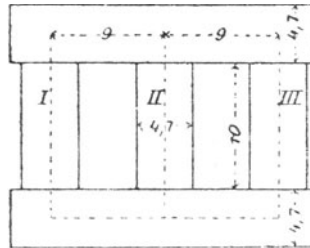

Fig. 167.
**301.** Ein Drehstromtransformator (Fig. 167) wird primär an eine Klemmenspannung von 40 [60] (120) V und 60 [50] (50) Perioden angeschlossen. Die sekundäre Spannung soll 65 [220] (440) V betragen. Die Wickelungen primär und sekundär sind in Sternschaltung verbunden. Der Querschnitt eines Kerns beträgt 20 cm2
- der Magnetisierungsstrom, wenn die Abmessungen des Transformators der Fig. 167 entsprechen und jede Stoßfuge gleich einem Luftzwischenraum von 0,005 cm gerechnet wird,